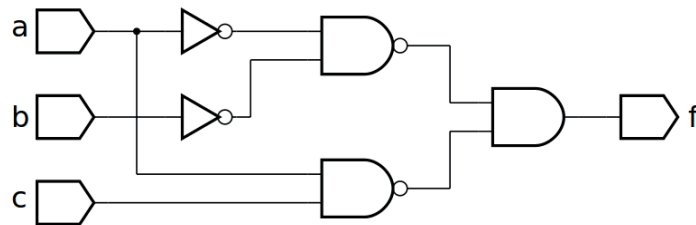
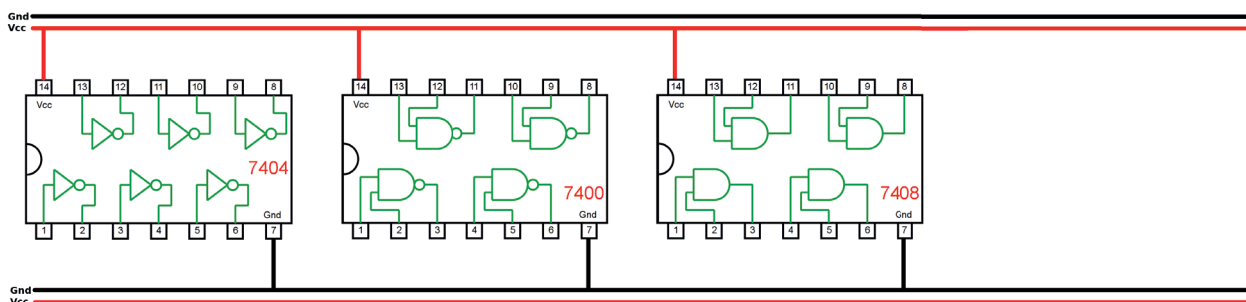

Figura 5.51 – Diagrama esquemático.
Figura 5.52 – Disposição dos componentes (TTL) para a placa de montagem.
1. Complete as ligações na figura 5.52 ou 5.53 de acordo com a figura 5.51.
5. Utilize um programa de simulação em computador (SmartSim, Atanua, Qucs) faça a simulação do circuito da figura 5.51. Compare os resultados com a tabela 5.21.
6. Escreva a equação booleana do circuito da figura 5.51 e simule no programa para o Arduino.